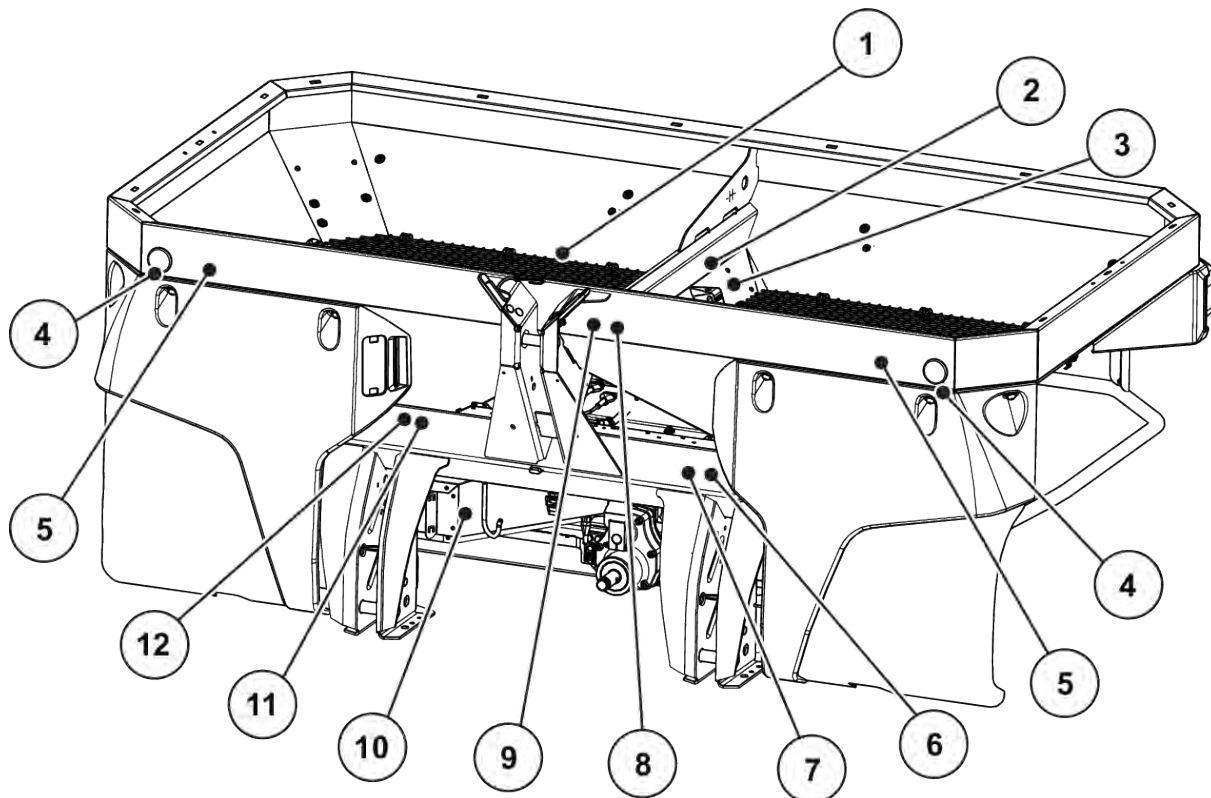

Fig. 2: Dispozitive de protecție, autocolante cu avertizări și instrucțiuni, partea din față
Mașina este echipată din fabrică cu sistem de lumini și cu indicatoare de poziție în partea din față, spate și în lateral (consultați Fig. 2 Dispozitive de protecție, autocolante cu avertizări și instrucțiuni, partea din față pentru montarea pe mașină).
- Dispozitive de protecție - a se vedea *Fig. 2 Dispozitive de protecție, autocolante cu avertizări și instrucțiuni, partea din față*